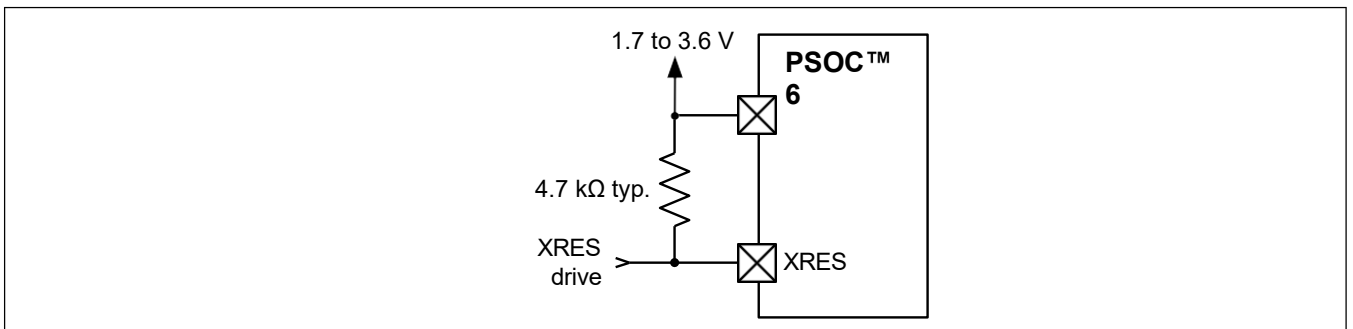

图 6 XRES 连接图
- 外部复位专用引脚 (XRES)，可使用外部复位源复位器件。XRES 引脚为低电平有效。它可以连接到上拉电阻至 V_{DD} ，也可以连接到有源驱动电路，如 **图 6** 所示。如果使用上拉电阻，请选择其值以最小化引脚拉低时的电流消耗；典型值为 4.7 kΩ 至 100 kΩ。